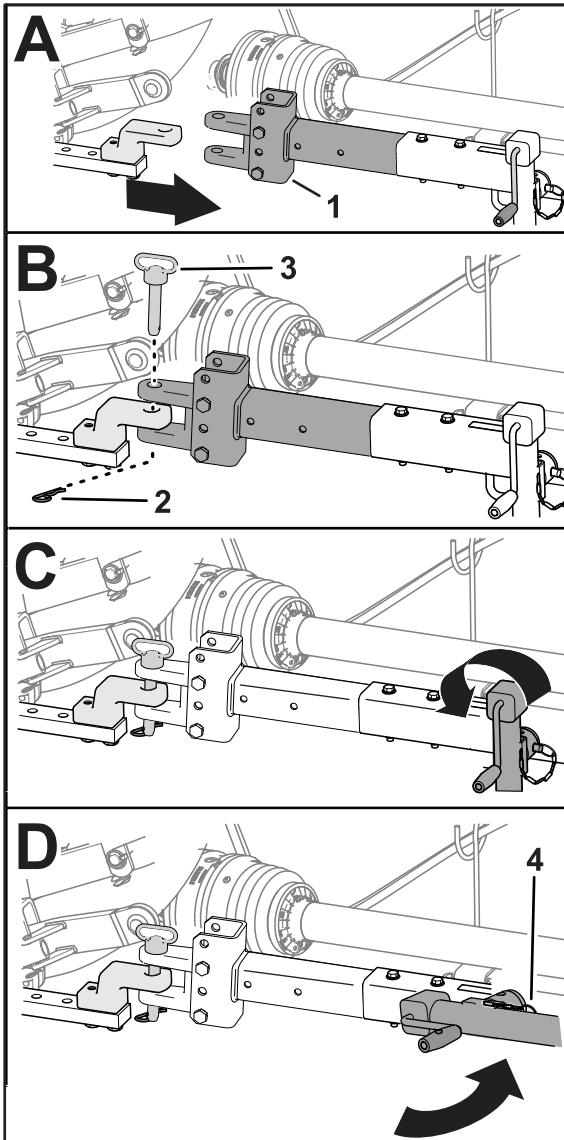

Figure 29
- Si la tondeuse est équipée d'une barre de remorquage à goupille, insérez la goupille d'attelage dans les trous de la barre de remorquage et de la barre d'attelage, et fixez la goupille avec la goupille fendue (Figure 29).
6. Relevez complètement le cric (Figure 29).
7. Retirez la goupille qui fixe le cric à la barre de remorquage, faites pivoter le cric à l'horizontale et fixez-le à la barre de remorquage à l'aide de la goupille (Figure 29).